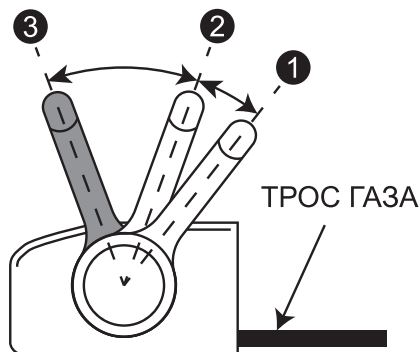

Рис. 10 Холостые обороты двигателя
Определить, что двигатель прогрелся можно по следующим признакам: двигатель устойчиво работает на холостых оборотах (рычаг газа находится в положении «3» (Рис. 10)) и крышка клапанов 2 (Рис. 1) двигателя теплая.
1. Переверните двигатель в режим холостого хода, для этого рычага установите в положение «3» (Рис. 10).